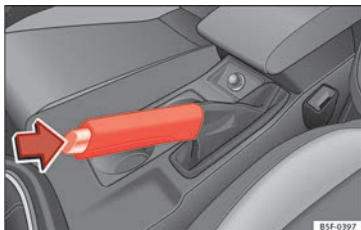

Bild 189 Handbroms mellan framsätena
– Dra åt handbromsen ordentligt » bild 189.
– Dra handbromsen lätt uppåt och tryck på frigöringsknappen i pilens riktning » bild 189 och för ner handbromsspaken helt » △.